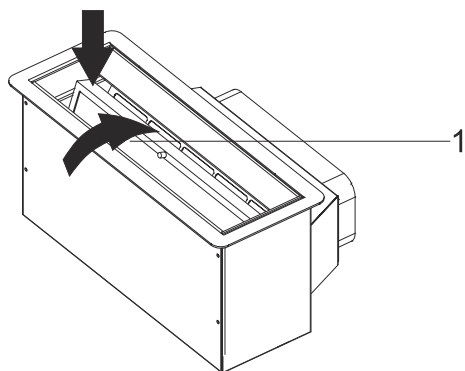

Fig. 8: Påmontering av fettfiltret
10. ➤ Efter rengöring av fettfiltret, sätt tillbaka det i behållaren (Fig. 8).
11. ➤ Sätt in fettfiltret i behållaren enligt de två pilarna (Fig. 8).